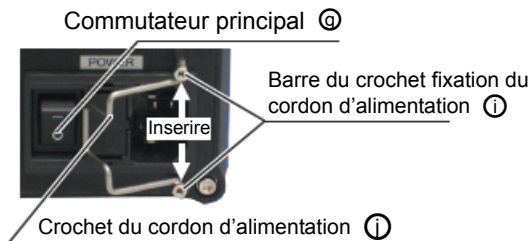

Fig. 15
- (1) Insérez le crochet du cordon d'alimentation à la barre du crochet de fixation du cordon d'alimentation à l'arrière du boîtier de contrôle. Cf. Fig. 15.